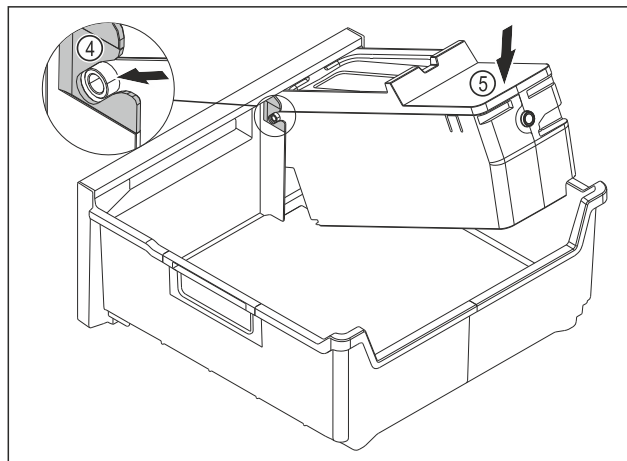

Fig. 216
- Монтаж на корпуса на EasyTwist-Ice: Вкарайте осите на корпуса на EasyTwist-Ice във водачите Fig. 216 (4).
- Натиснете надолу корпуса на EasyTwist-Ice Fig. 216 (5) отзад.